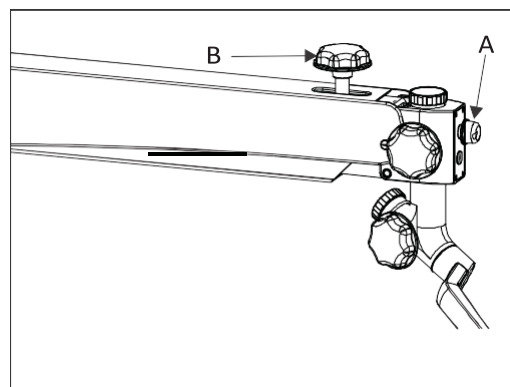

Fig. 10
Il est situé dans devant de le suspension bras montré comme (A) sur la figure 10. La luminosité du champ de vision peut être ajustée selon le confort de l'utilisateur à l'aide du bouton de contrôle d'intensité.
Ce bouton aide toi à verrouillage le mouvement de pivot bras à le voulu position après mise au point initiale de la zone de fréquentation en la tournant dans le sens des aiguilles d'une montre, le bouton est représenté par (B) sur la Fig. 10.